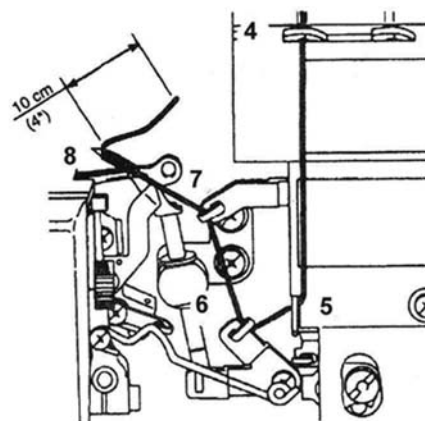

Fig. 18
5. Enfilez le fil dans l'espace du boucleur en suivant les marques rouges (Fig. 18).